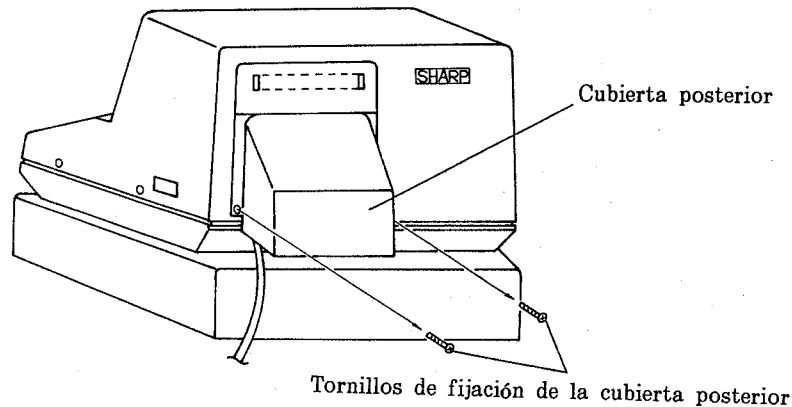

Figura 47
- (1) Desenchufe la ER-6750 por razones de seguridad.
- (2) Extraiga la cubierta posterior.
- b) Tire ligeramente de la cubierta posterior hacia atrás y hacia abajo, y se desprenderá del cuerpo. (Vea la figura 47.)